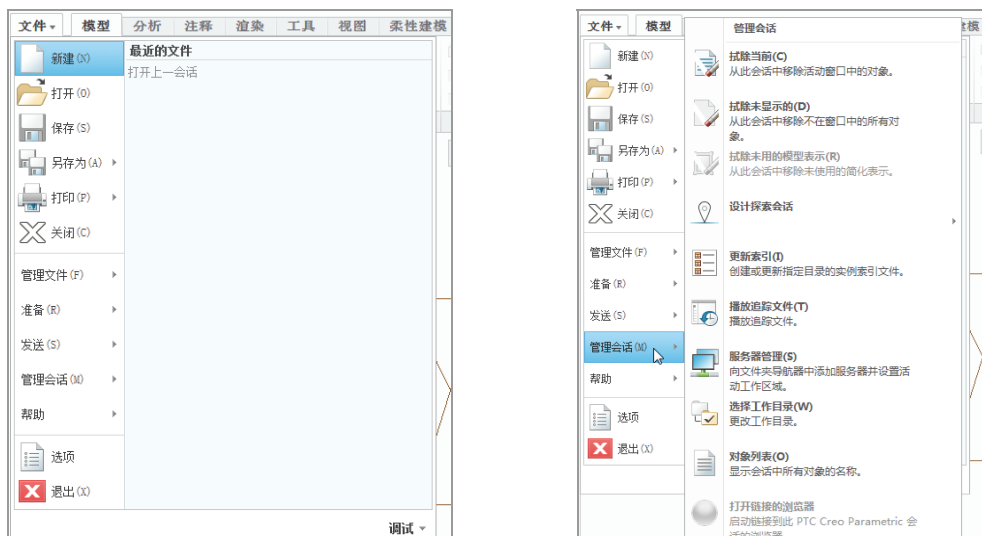

图 1-10 “文件”下拉菜单
- “文件”下拉菜单：其中包含新建、打开、保存、另存为、打印和关闭等文件管理工具，系统选项设置工具也在其中，如图 1-10 所示。